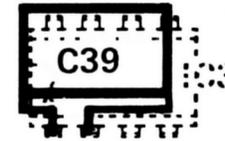

Fig. 1
30) Monter C39 entre les raccords 1 et 2 de IC3 tel qu'illustré à la fig. 1